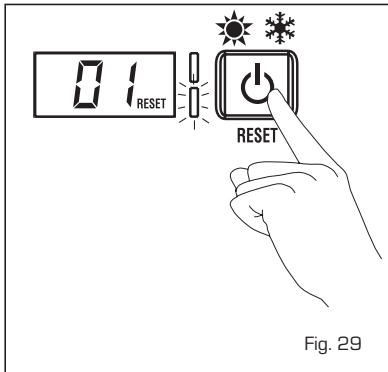

Fig. 29
- **AL 01 (fig. 29)**
- **AL 02 (fig. 29/a)**